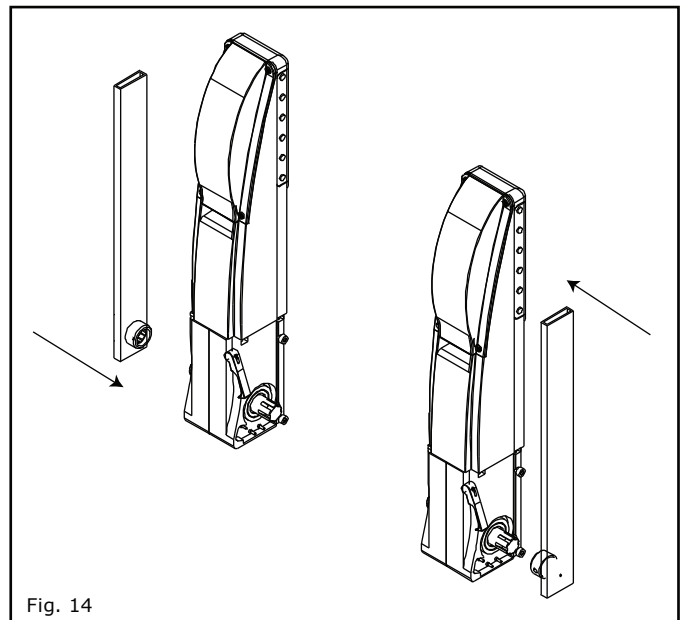

Fig. 14
- a) Insérer les bras plats crantés directement avec les dents de l'axe moteur, fixer avec les boulons M8x8 fournis (Fig. 14).